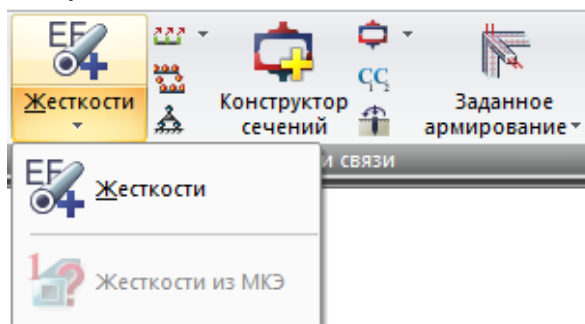

Рис. 31. Раскрывающийся список **Жесткости и материалы**
**Жесткости и материалы** (рис. 31) – раскрывающийся список, содержащий операции по выбору требуемых типов (параметров) жесткости из библиотеки жесткостных характеристик, а также вызов диалогового окна для просмотра измененных жесткостей и жесткостей, с которыми проводился расчет.